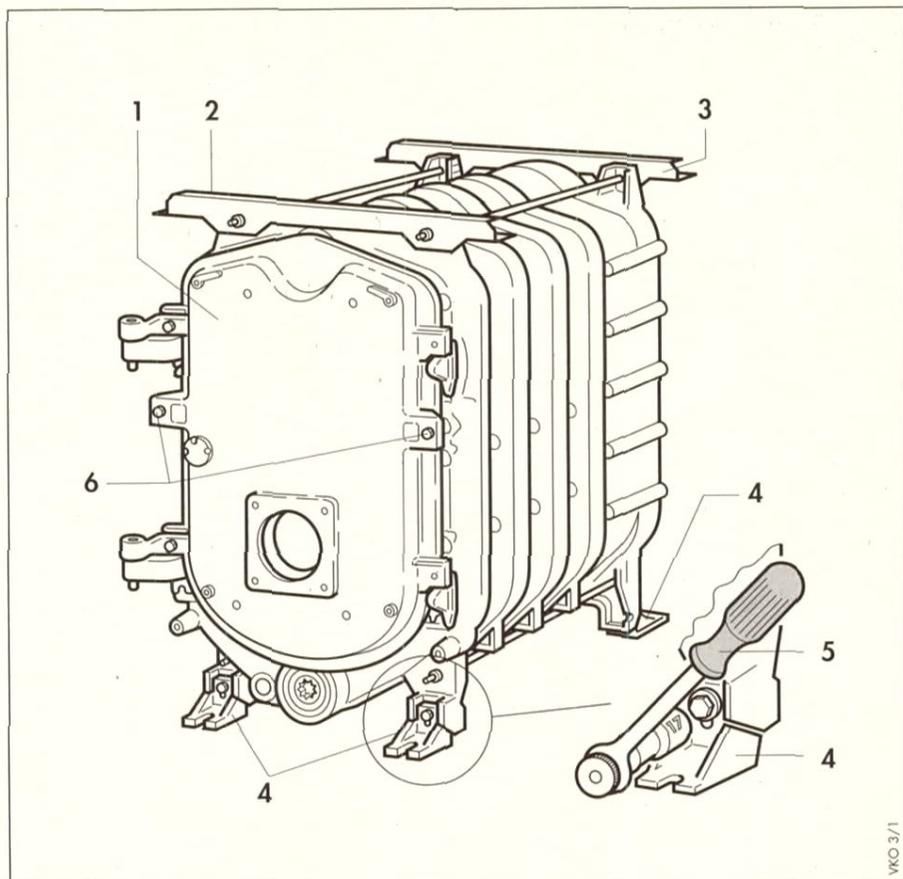

Abb. 5.3 Kesselblock montieren
Beschlagteile für Feuerraumtür (1) entsprechend der gewünschten Anschlagseite montieren. Siehe Abb. 5.3
Die Feuerraumtür (1) kann mit Rechts- oder Linksanschlag montiert werden. Feuerraumtür (1) einhängen, schließen und mit zwei Schrauben (6) sichern. Halteschienen (2 und 3) montieren. Siehe Abb. 5.3
Wasserverteilerrohr (11) mit Dichtung (10) in den Rücklaufanschluß (1) einschieben, siehe Abb. 5.3.